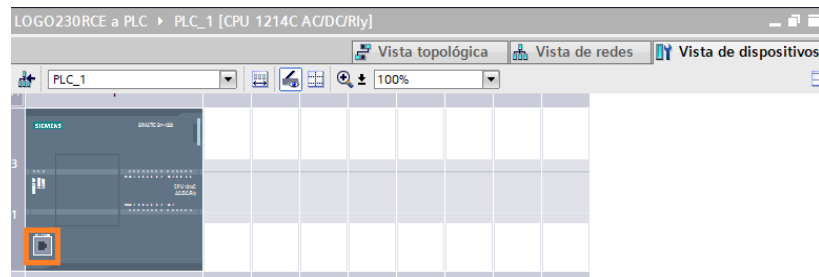

Figura 84: Interfaz profinet.
8. En la siguiente ventana que muestra a continuación en la opción vista de dispositivos Figura 84, se configura la interfaz profinet como indica el cuadro naranja.